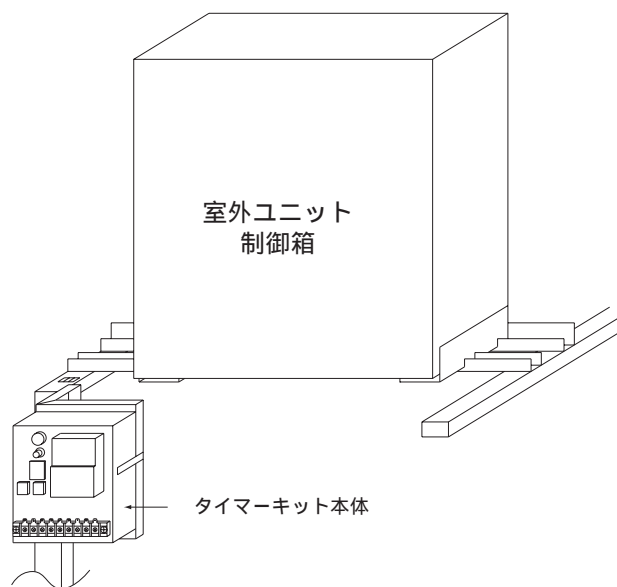

図2. タイマーキット組込図 (ICE Ye)
- (4) タイマーキット本体 を、取付板 に、取付ネジ（3本）を使って図2の様に取付けてください。尚、取付板の取付ネジ穴（3ヶ所）のうち、下側のネジ穴（1ヶ所）に予め取付ネジ（1本）を途中までねじ込んでからタイマーキットを取付けると作業が容易になります。